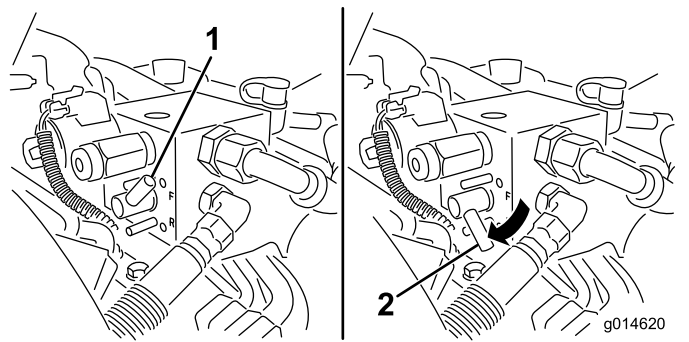

Figura 53
5. Girate la leva di lappatura in posizione di retromarcia (R) (Figura 53).